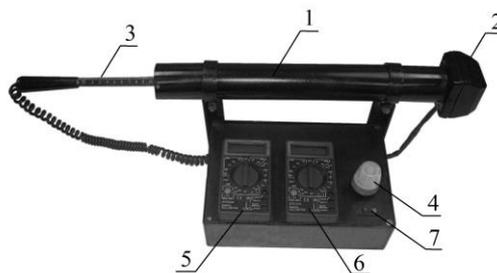

Рис. 2. Внешний вид лабораторной установки
В данной работе для исследования фотоэлемента в виде стенда собрана специальная установка, электрическая схема которой приведена на рисунке 1. В установку входят: блок питания 1, потенциометр 2, фотоэлемент 3, источник света 4 с отдельным блоком питания 5. Для контроля напряжения используется вольтметр 6. Сила фототока регистрируется в цепи микроамперметром 7. Конструкция установки выполнена следующим образом. С одной стороны (рис. 2) специальной светонепроницаемой трубы 1 закреплена коробка 2 с размещённым в ней фотоэлементом СЦВ-3 (сурьмяно-цезивый вакуумный). С другой стороны трубы на подвижной трубке с линейкой 3, закреплена лампа (на рисунке не показана).
2. Убедитесь, что ручка потенциометра 4 (рис. 2) находится в крайнем левом положении, а выключатель питания 7 установки находится в положении 0 (выключено).